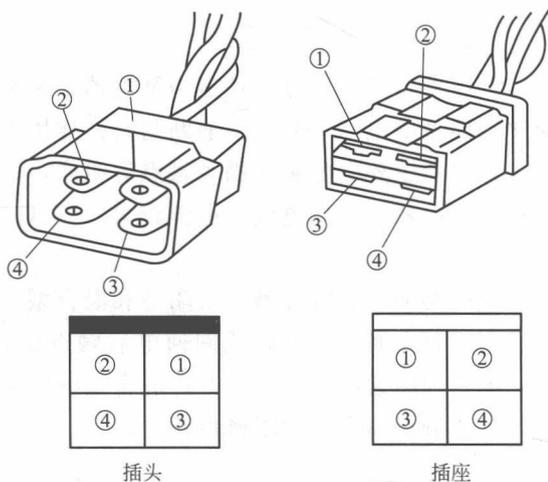
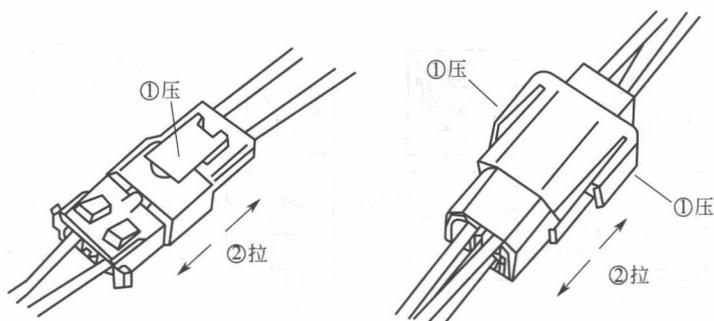

图 1-8 连接器及符号
图 1-9 连接器拆卸
③ 连接器 用于线路与器件、线路与线路的连接，又称插接器。连接器及符号如图 1-8 所示。连接器有不同的形状和颜色，以便区分。为防止连接器自行脱开，均采用锁止装置，拆卸时，先解除锁止，再拔开，如图 1-9 所示。